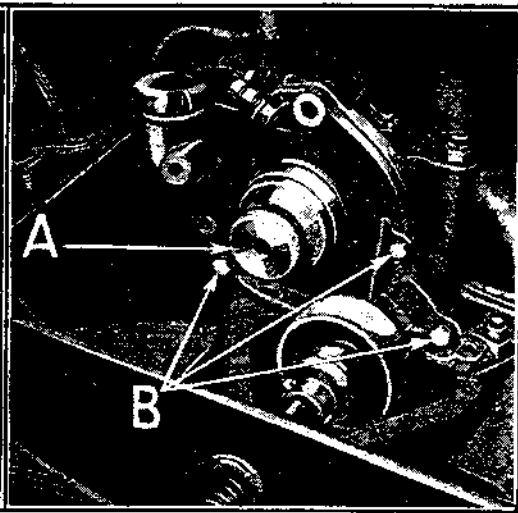

Fig. 279
**468** — Pour vérifier l'alignement du couvercle avant avec l'arbre à cames, mettre un tampon de couvercle avant dans le trou d'emboîtement du couvercle de distributeur. (Voir A, fig. 279.) Le tampon en place, passer et bloquer les trois vis de fixation B du couvercle au carter. Retirer le tampon et bloquer les autres vis de fixation. Après avoir terminé le montage, remettre le tampon dans le trou pour s'assurer que le couvercle avant ne s'est pas déplacé en vissant les boulons de fixation du couvercle au carter.